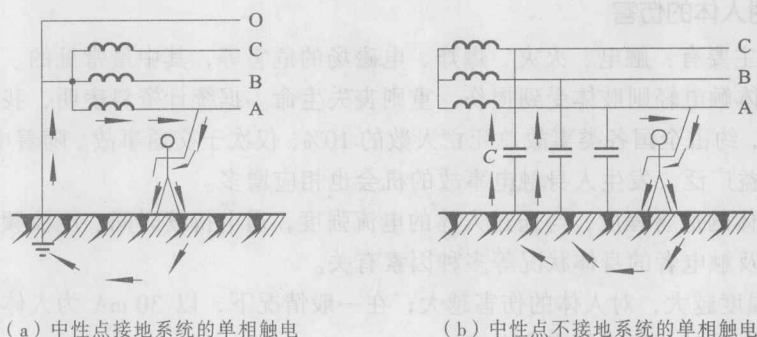

图 1-9 单相触电示意图
单相触电是指人体的一部分接触一相带电体所引起的触电。通过电源插座或导线、接触没有绝缘皮或绝缘不良（如受潮、接线桩头包扎不严）的导线及与导线连通的导体、用电器金属外壳带电（俗称漏电）等是引起单相触电的常见原因，如图1-9所示。
① 中性点接地电网的单相触电。在中性点接地的电网中，发生单相触电的情形如图1-9(a)所示。这时，人体所触及的电压是相电压，在低压动力和照明线路中为220 V。电流经相线、人体、大地和中性点接地装置而形成通路，触电的后果往往很严重。
② 中性点不接地电网的单相触电。在中性点不接地的电网中，发生单相触电的情形如图 1-9 (b) 所示。当站立在地面的人手触及某相导线时，由于相线与大地间存在电容，所以，有对地的电容电流从另外两相流入大地，并全部经人体流入到人手触及的相线。一般说来，导线越长，对地的电容电流越大，空气湿度越大，其危险性越大，最高可接近 380 V 线电压。